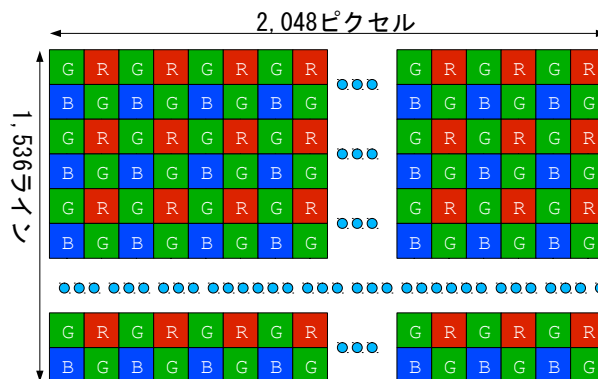

図 3. MT9T031 の画素の配置
MT9T031 の画素は Bayer カラー・パターンとなっている。赤 (R)、青 (B)、緑 (G) のいずれかの 1 色ずつの撮像素子の配列は Bayer カラー・パターンと呼ばれている。画素の配列の様子を図 3 に示す。図 3 に示すように、最初のラインの最初の画素は G である。その次は R となる。その後、G, R, G, R... と続く。最初のラインには B は存在しない。次のラインは B から始まり、その次は G となる。その後、B, G, B, G... と続く。2 番目のラインには R は存在しない。このように、R や B に対して G が 2 倍多くある。これは、人間の目の感度が緑付近をピークとなっていて、見かけ上の解像度を上げるためである^[3]。